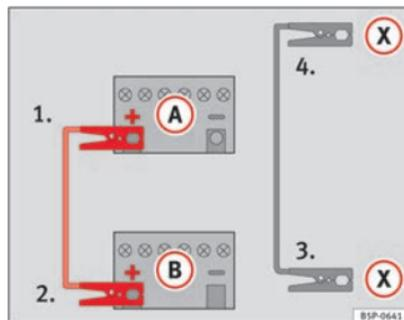

Fig. 231 Esquema de conexión para vehículos con sistema Start Stop.
- Emborne un extremo del cable *rojo* de emergencia al polo positivo (+) del vehículo con la batería descargada (A) ⇒ fig. 231.
- Emborne el otro extremo del cable *rojo* de emergencia al polo positivo (+) del vehículo que suministra la corriente (B).
- Emborne un extremo del cable *negro* de emergencia (X) a un terminal de masa adecuado, a una pieza de metal maciza que vaya atornillada al bloque motor o al mismo bloque motor ⇒ fig. 231.
- Emborne el otro extremo del cable *negro* de emergencia (X), en el vehículo con la batería descargada, a una pieza de metal maciza que vaya atornillada al bloque motor o al mismo bloque motor pero más alejado posible de la batería (A).